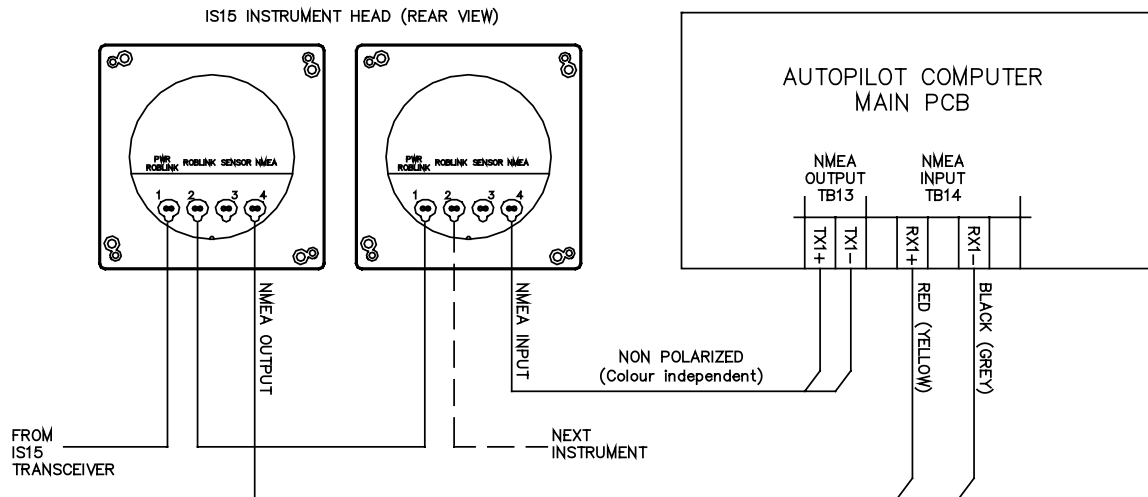

Abb. 3-27 IS15 Instrumenten- / Autopilot-Computer Anschluss
Der Anschluss erfolgt über ein Roblink-Kabel von der Instrumenten NMEA-Anschlussbuchse (4) zur Autopilot-Computer Hauptschalttafel, Terminal RX1+ und RX1-. Siehe Abb. 3-27.
Der Anschluss erfolgt über ein Roblink-Kabel von der Autopilot-Computer Hauptplatine, Terminal TX1+ und TX1- zur Instrumenten NMEA-Anschlussbuchse(4). Siehe Abb. 3-27.